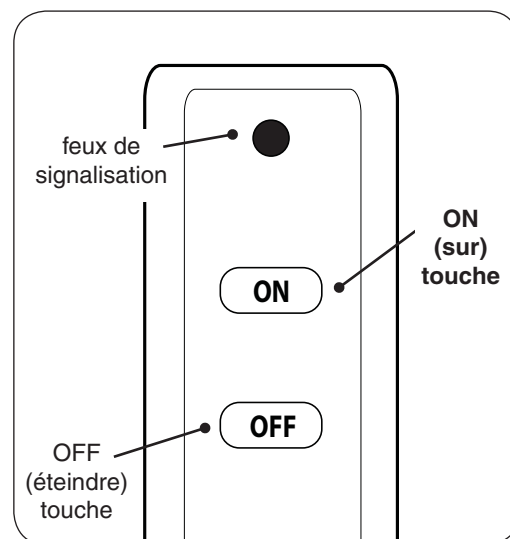

Fig. 20-2 Détail télécommande
2. Localiser la télécommande et appuyez sur la touche **ON** (sur). Voir Fig. 20-2. La séquence d'allumage commence.